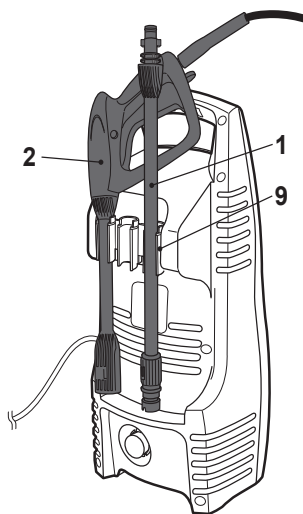

Рис. 14
- > Снимите патрубок высокого давления (1) с пистолета для распыления (2) и уберите шланг высокого давления (3).
- > Защелкните патрубок для высокого давления (1) и пистолет для распыления (2) на держателе для принадлежностей (9) (Рис. 14).